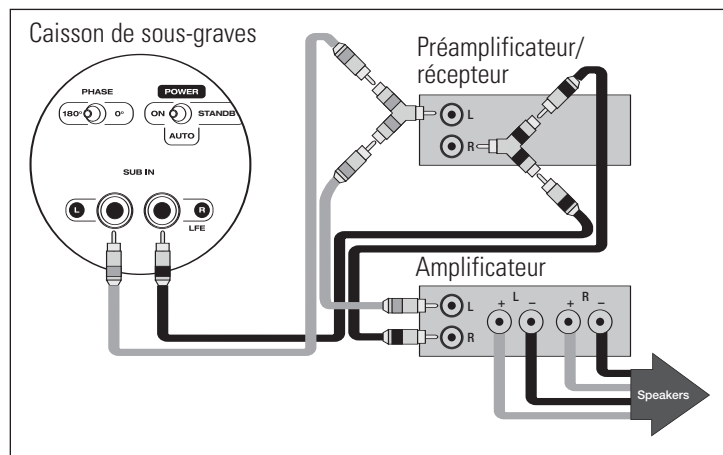

Fig. 4
b) **Entrée de niveau de ligne à partir du Pre-Out/Front-Out sans High-Pass Output à partir du Sub (Fig. 4) – Pour une utilisation avec un processeur/préamplificateur et un amplificateur ou un récepteur avec Pre-Out/Front-Out sans prises Main-In.**